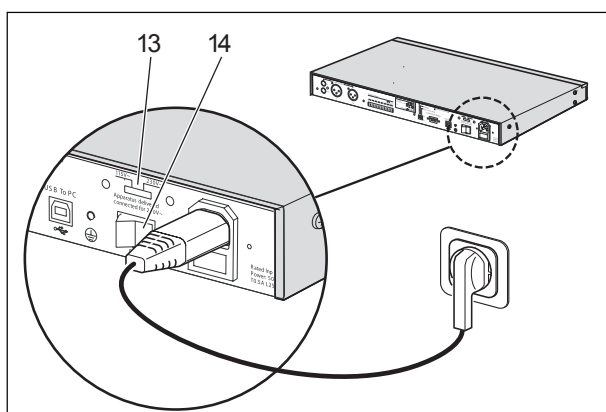

рисунок 4.1: Выключатель питания на задней панели
- 1 Убедитесь, что установка переключателя напряжения (115V/ 230V) (13) соответствует напряжению сети страны (см. рисунок 4.1).
- 2 Установите выключатель питания (14) на задней панели таймера в позицию "I".
Установите выключатель питания (14) на задней панели таймера в позицию "O" (см. рисунок 4.1).